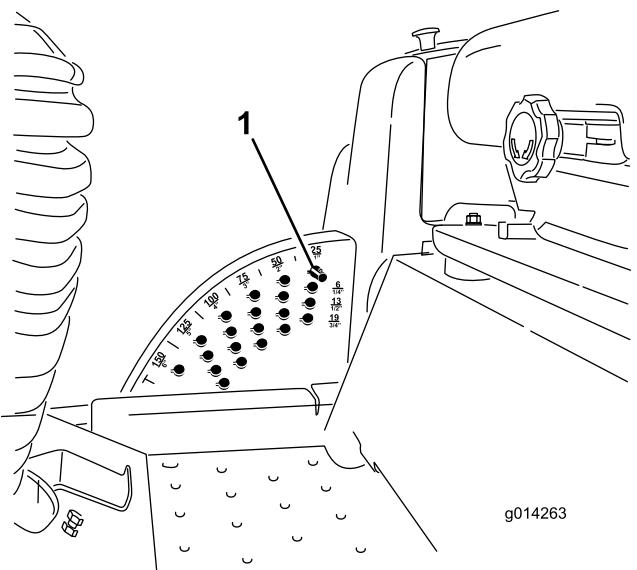

Bild 24
**Hinweis:** Wenn Sie das Mähwerk bzw. Anbaugerät in der angehobenen Stellung arretieren möchten, heben Sie das Mähwerk über die 15-cm-Stellung an, nehmen Sie den Schnitthöhenanschlagstift ab und setzen Sie den Stift in die 15-cm-Schnitthöhenstellung ein (Bild 24).
- Ziehen Sie den Mähwerkhubhebel bei laufendem Motor zurück, bis das Mähwerk ganz angehoben ist, und lassen Sie den **Hebel sofort los** (Bild 24).
- Drehen Sie den Anschlagsstift so lange, bis die Linien am Spannstift mit den Schlitten in den Löchern in der Schnitthöhenhalterung ausgefluchtet sind. Nehmen Sie ihn dann ab (Bild 24).
- Wählen Sie ein Loch in der Schnitthöhenhalterung, das der gewünschten Schnitthöhe entspricht, stecken Sie den Stift ein und drehen Sie ihn ein, um ihn zu arretieren (Bild 24).
**Hinweis:** Es gibt vier Reihen der Lochpositionen (Bild 24). Die oberste Reihe ergibt die Schnitthöhe, die über dem Stift steht. Die zweite Reihe ergibt die Schnitthöhe plus 6 mm. Die dritte Reihe ergibt die Schnitthöhe plus 12 mm. Die unterste Reihe ergibt die Schnitthöhe plus 18 mm. Für die Stellung von 15,8 cm gibt es nur ein Loch, das in